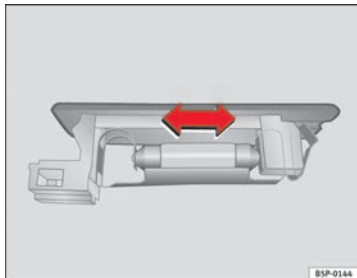

Abb. 176 Gepäckraum-
- Drücken Sie die Lampe zur Seite und nehmen Sie sie aus ihrer Halterung heraus ⇒ Abb. 176.